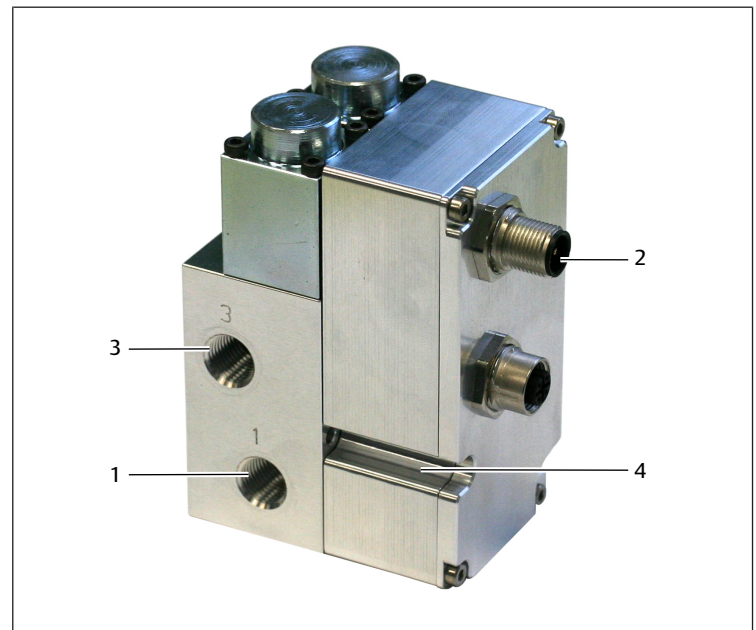

Abb. 1: Anschluss Pneumatik
- ▶ Schraube in die Durchgangsbohrung im Gehäuse einsetzen und anziehen. Siehe → Abb. 1.